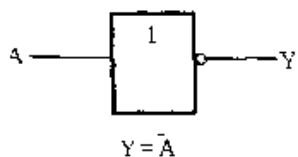

图 2-356
③ 反相器的电路符号如图 2-356 所示。反相器又叫非门, A 为输入端, Y 为输出端, 其逻辑关系为 $Y = \bar{A}$, 即输出端 Y 总是与输入端 A 相反。